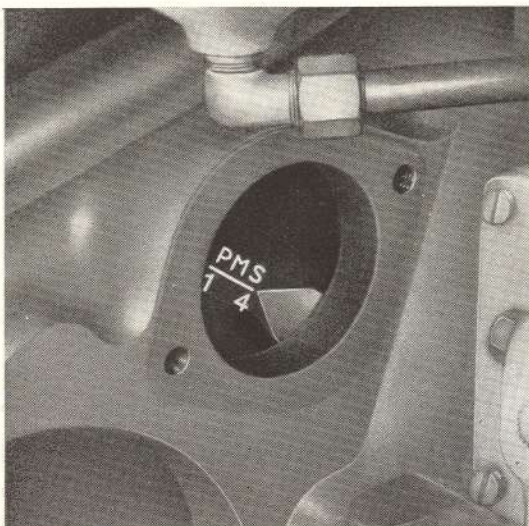

Fig. 88. - Repère sur le volant, indiquant le point mort haut des pistons N. 1 et 4.
le volant coïncide exactement avec l'index-repère fixé au support du moteur de lancement (fig. 88).
- Oter le couvercle de visite du volant, situé sur la paroi avant droite du support du moteur de lancement (fig. 88).